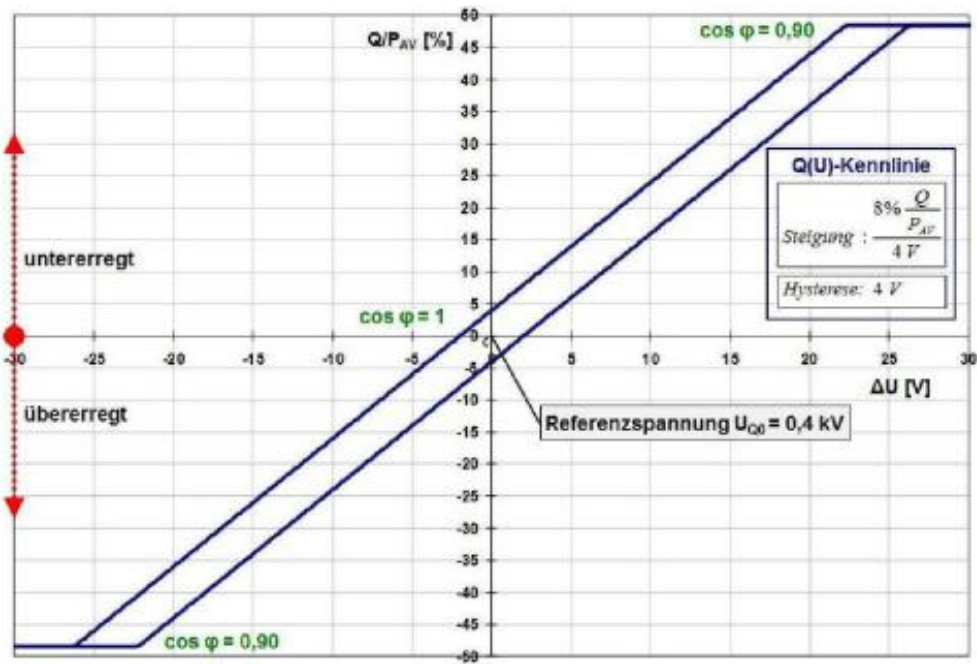
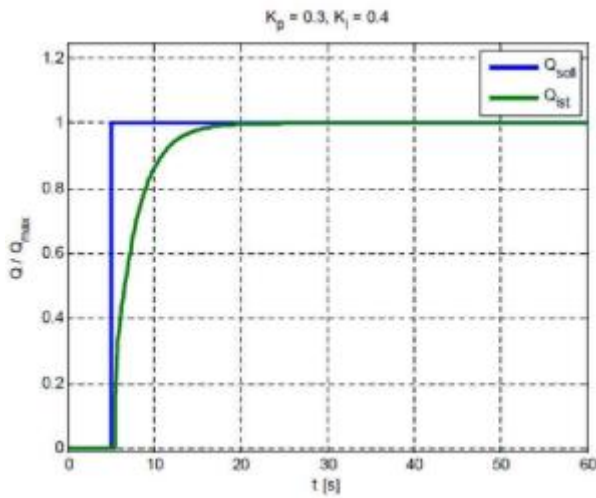

Bild C.1: Q (U)-Kennlinienregelung
Bild C.2: Regelverhalten von Erzeugungsanlagen mit Q (U)-Kennlinie
Ist unter besonderen Umständen - z.B. bei besonderen Netztopologien oder besonders leistungsstarken Erzeugungsanlagen eine netzspannungsabhängige Blindstromregelung der Erzeugungsanlagen erforderlich, so kann der VNB hierfür die Q (U)-Kennlinienregelung nach Bild C.1 und dem Regelverhalten nach Bild C.2 verlangen. Der VNB achtet darauf, dass für jede aus der Ortsnetzstation abgehende NS-Leitung nicht mehr als **eine** Erzeugungsanlage mit einer Q (U)-Kennlinienregelung ausgestattet wird.